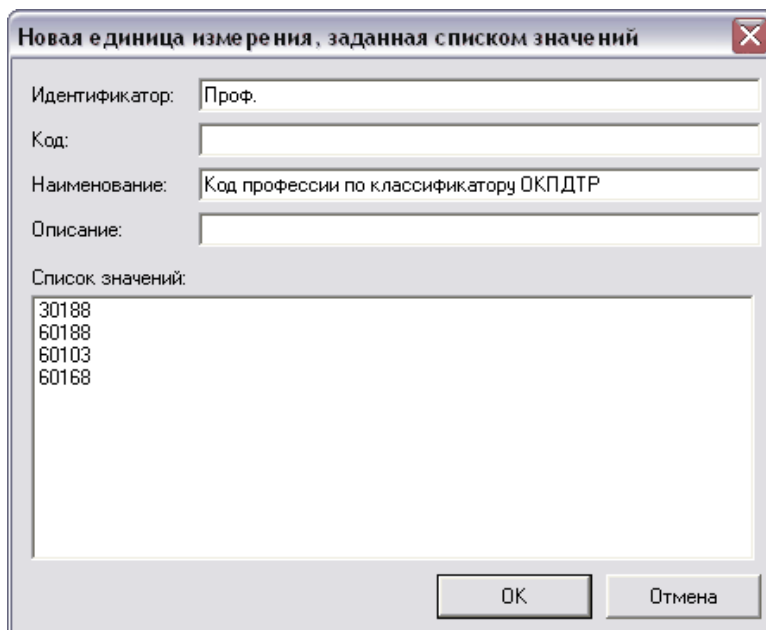
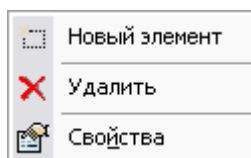

Рис. 73 Новая единица измерения, заданная списком значения
Рис. 74
Диалоговое окно **Новая единица измерения, заданная списком значений** содержит окно **Список значений** (Рис. 73). Для работы со значениями единицы измерения щелкните правой кнопки мыши в окне **Список значений** (Рис. 73). После этого появится контекстное меню (Рис. 74).
1. В контекстном меню выберите пункт **Новый элемент** (Рис. 74).
Для удаления элемента в контекстном меню выберите команду **Удалить**, для редактирования свойств элемента - пункт **Свойства** (Рис. 74).